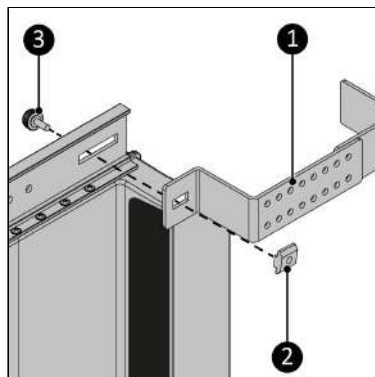

Figure 184.
7. Vissez le support (Figure 184, pos. 1) au rail principal situé à l'avant au moyen de la vis à bouton (Figure 184, pos. 3). Veillez à raccorder la vis à bouton à l'écrou coulissant (Figure 184, pos. 2).